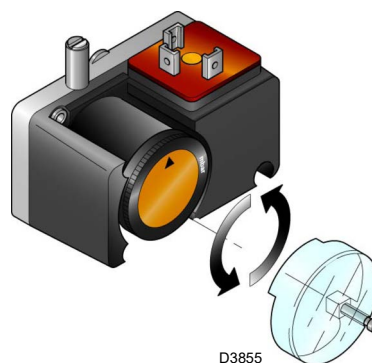

Abb. 33
- Regeln Sie den Minimal-Gasdruckwächter (Abb. 33 auf Seite 36) auf den Skalenanfang.
Den Gas-Mindestdruckwächter (Abb. 33) nach erfolgter Einstellung des Brenners, der Gasventile und des Stabilisators der Gasarmatur einstellen.